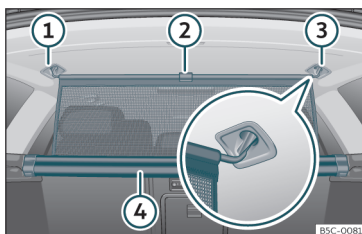

Abb. 121 Im Gepäckraum: Trennnetz einhängen.
- Ziehen Sie die Lasche»» Abb. 121 ② nach oben, um das Netz aus dem Einsatz ④ zu nehmen.
- Hängen Sie das Trennnetz an der rechten oder linken Seite ③ (vergrößerte Darstellung) ein.
- Hängen Sie das Trennnetz an der Aufnahme der anderen Seite ① ein, indem Sie an der Stange ziehen.